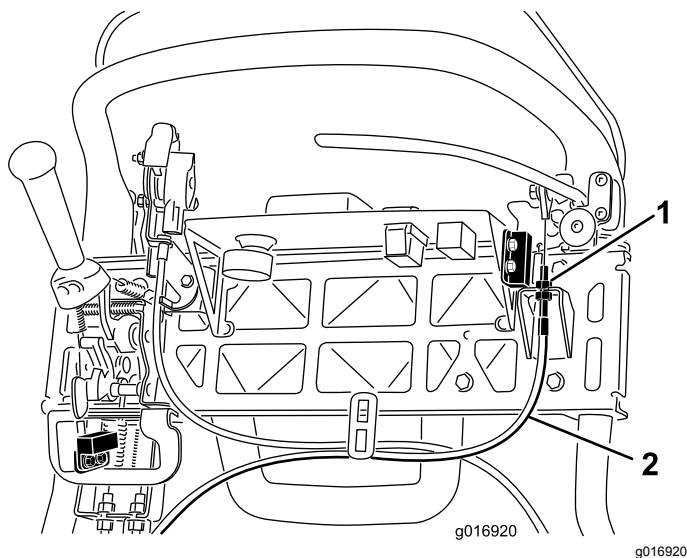

Figura 43
3. Para aumentar tensão do cabo, desaperte a porca de bloqueio do cabo superior e aperte a porca de bloqueio do cabo inferior (Figura 43) até que seja obtida uma força de 156 N aplicada na pega da alavanca do travão, necessária para libertar o trinco do travão de mão.